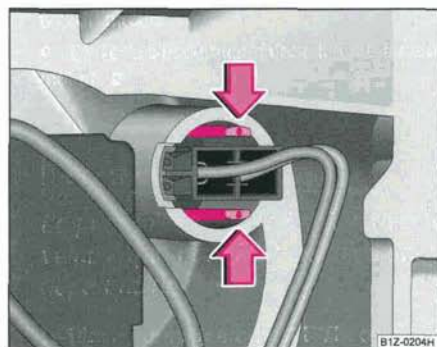

Fig. 218 Dépose de l'ampoule du feu de position
- Poussez les languettes dans le sens de la flèche et sortez la douille avec l'ampoule du feu de position ⇒ fig. 218.